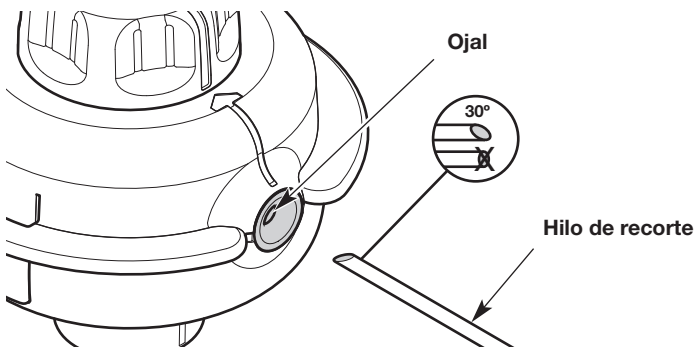

Fig. 19
- Corte dos largos de 6 pies (1.8 m) de hilo de recorte nuevo. Corte un extremo de cada hilo en un ángulo de 30° (Fig. 19).
- Inserte una de las líneas dentro del orificio (Fig. 19).
- Inserte el extremo que se cortó en un ángulo de 30 grados (Fig. 19).